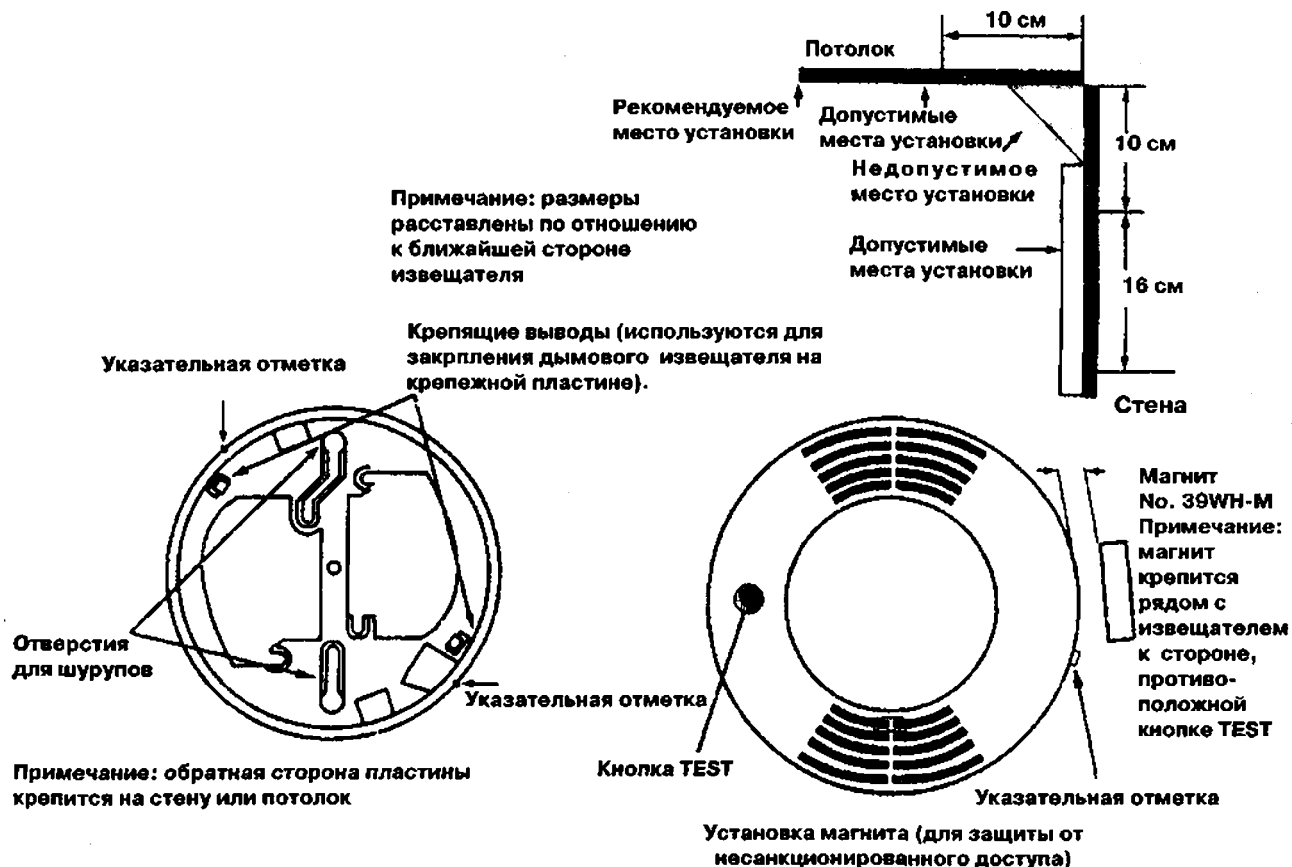

Рис. 2. Подробности установки
3. Если функция защиты от несанкционированного доступа включена, магнит следует установить на поверхности стены или потолка рядом с извещателем (максимально 0,7 см) в указанном месте (см. рисунок 2).